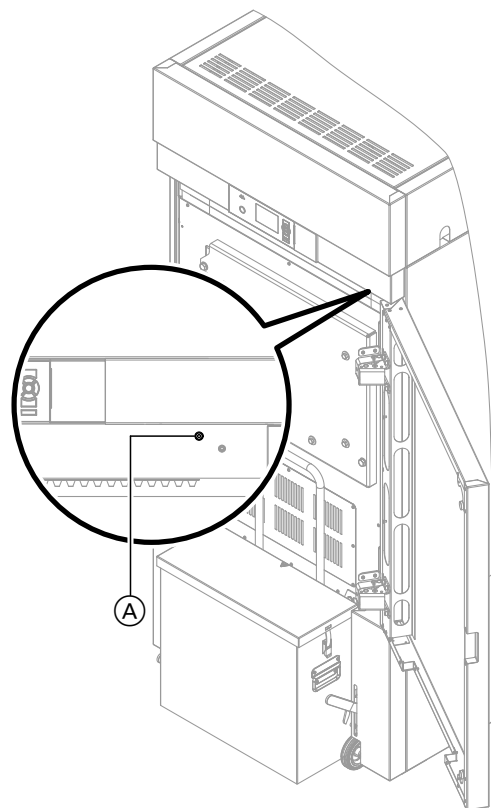

Abb. 8
- Hinter der Verkleidung des Heizkessels: Siehe Abbildung 8.